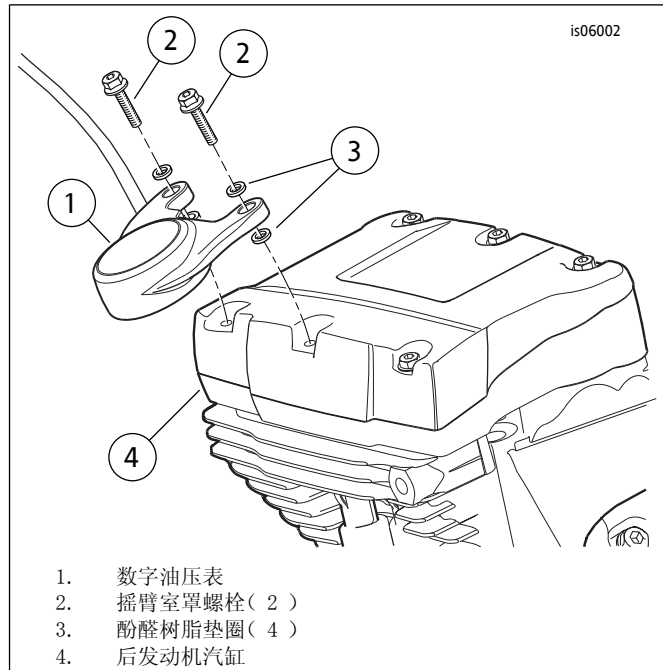

图2. 数字油压表安装
5. 参见图2。转至后发动机汽缸(4)。拆下并丢弃最后端右侧两个摇臂室罩螺栓(2)。清除螺纹孔中的旧螺纹锁固剂。